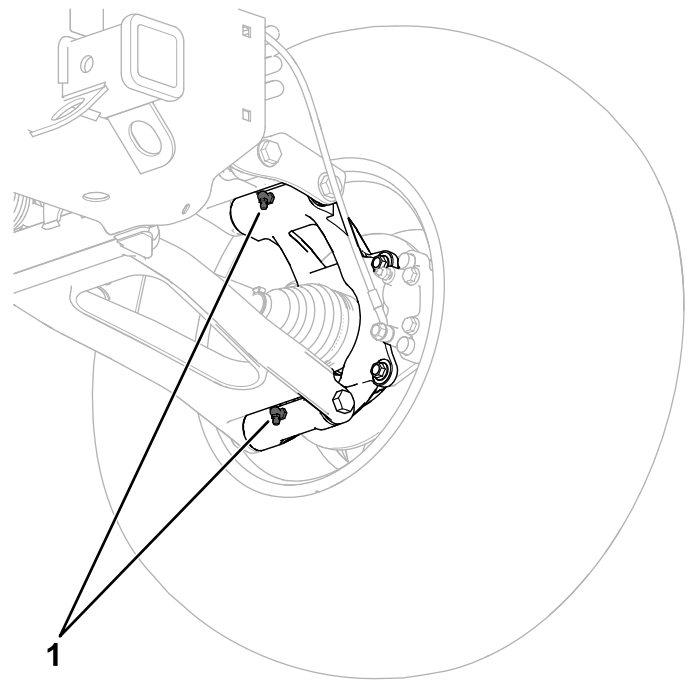

Figura 82
- **Pivotes de articulación traseros (4);** consulte la Figura 82